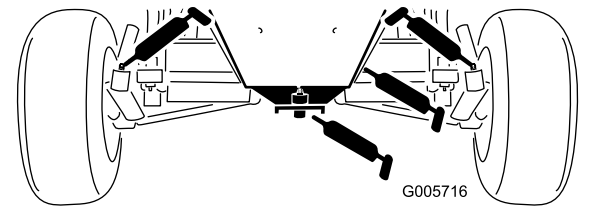

Figure 42
- Bagues d'axes de roues arrière (Figure 42)
- Bagues de plaque de direction (Figure 42)
- Bague d'axe de fusée (Figure 42)